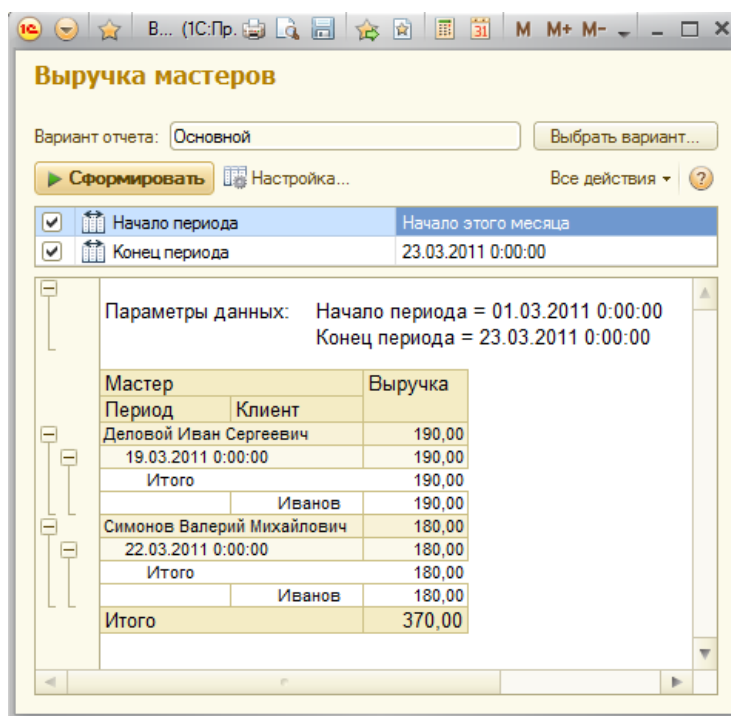

Рисунок 88 Пример сформированного отчета
19. Сформируйте отчет в режиме «1С:Предприятие» (рис. 88):